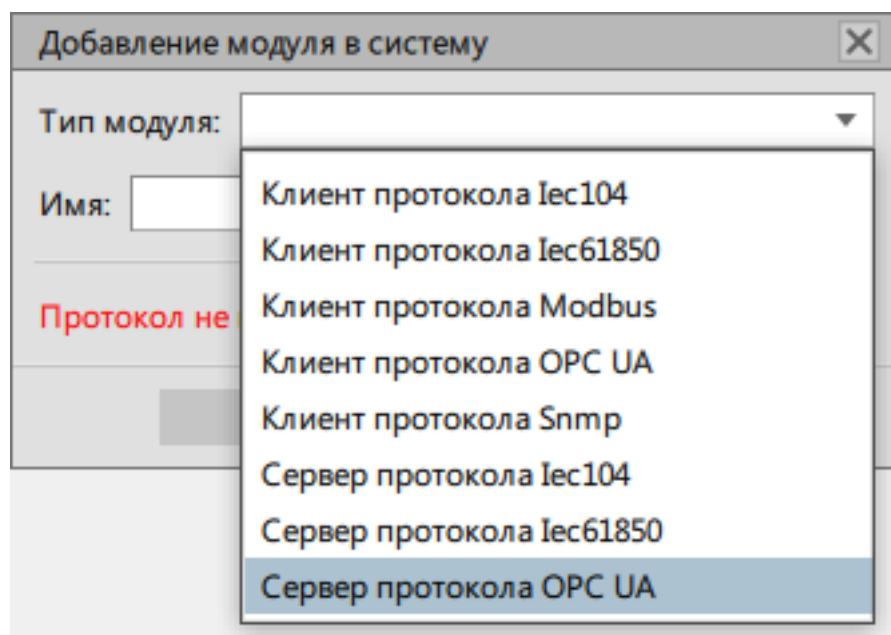

Рисунок 230 - Сервер протокола OPC UA
9. Выберите модуль **Сервер протокола OPC UA** и нажмите **OK** (Рисунок 230).